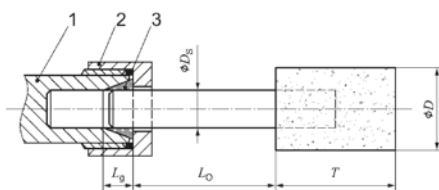

Figura 1: Lunghezza di bloccaggio del mandrino di serraggio e della pinza portautensili
- Tenere presente che il numero di giri ammesso per le mole abrasive deve essere ridotto con l'aumento della lunghezza del gambo tra l'estremità della pinza portautensili e l'abrasivo. Va rispettata la lunghezza di bloccaggio minima di 10 mm. (vedere la figura 1 e le raccomandazioni del produttore dell'abrasivo).